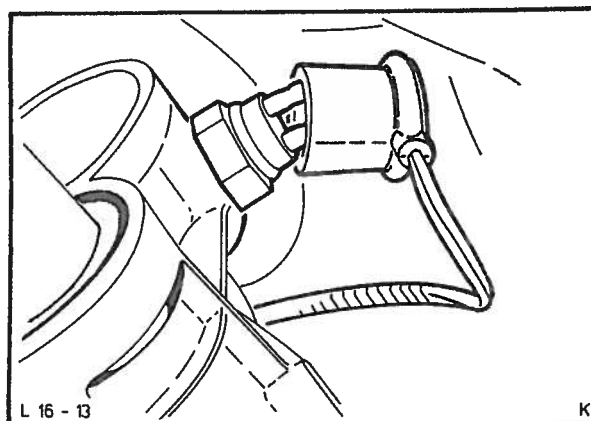

Fig. 26 Tilkopling av ryggelysbryterens ledning.
24. Fest gearspakens anti- vibrasjonsgummi over ryggelysbryteren nedenfra og kople til ryggelysbryterens ledning, fig. 26.